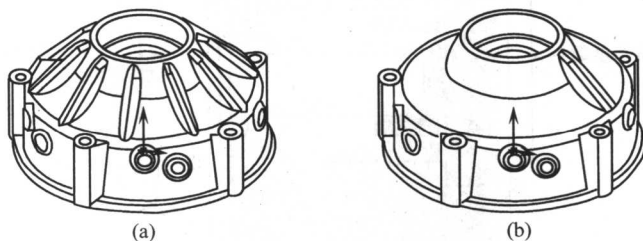

图 1-14 特征的压缩实例
- 压缩与解除压缩件特征和装配体零件。在需要压缩的特征或零件上单击鼠标右键，弹出菜单中选择【压缩】或【解除压缩】即可，图 1-14 所示为特征的压缩实例，图 1-14 (a) 为原零件模型，图 1-14 (b) 为压缩后的零件模型；